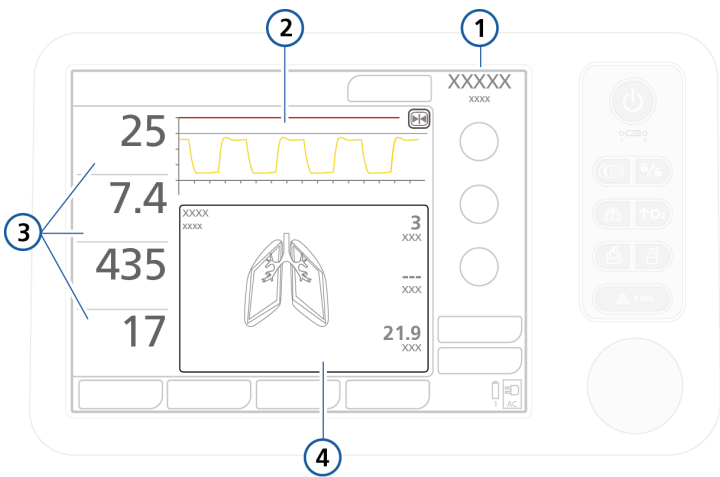

图 6-1. 主屏幕
在通气期间，可以在 HAMILTON-T1 呼吸机屏幕（图 6-1）上查看病人数据。可以使用不同的波形、环或趋势图，或者使用智能面板图表来配置屏幕布局以满足机构需求。用户可以随时访问“监测”窗口而不影响呼吸输送。
- 压力 / 时间波形。图表会一直显示，并且是不可配置的。参见图 6-1 中的项目 4。